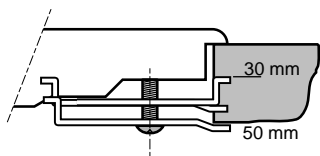

fig7
- Plaats de kookplaat in de uitsparing en zet de bevestigingsbeugels vast (zie fig. 7).